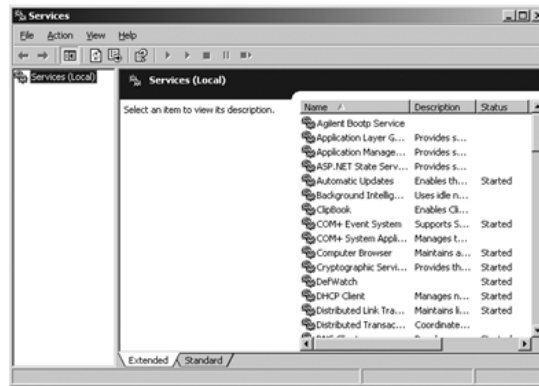

Figure 28 Écran des services de Windows
- 1 Dans la fenêtre du panneau de configuration (Control panel), sélectionner **Administrative Tools > Services > (> Outils d'administration > Services >)**. L'écran **Services** s'ouvre, cf. Figure 28, page 77.